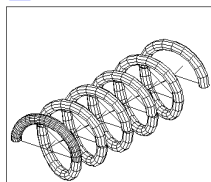

图 13-17
(16) 切换到东南视图。选择 View→3D Views→SE Isometric 命令, 结果如图 13-17 所示。